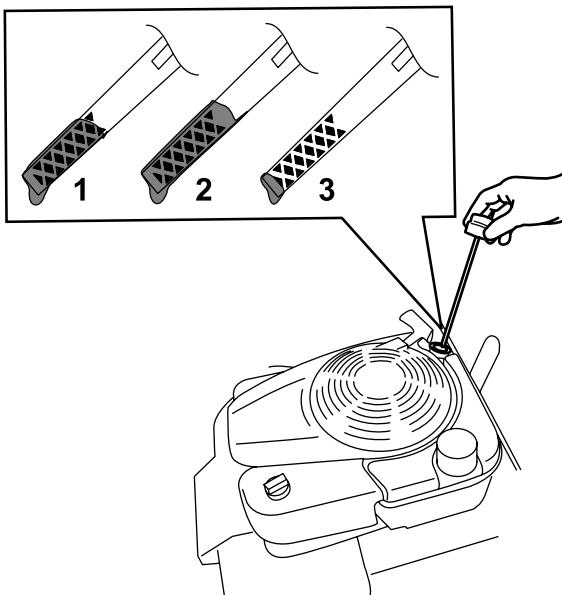

Figura 14
2. Retire la varilla girando el tapón en el sentido contrario a las agujas del reloj y tirando del mismo (Figura 14).
- Observe en la varilla el nivel de aceite (Figura 14).
- Si el nivel de aceite de la varilla es demasiado bajo (Figura 14), vierta con cuidado una pequeña cantidad de aceite detergente SAE 30 o SAE 10W-30 en el tubo de llenado, espere 3 minutos, y repita los pasos 3 a 5 hasta que el aceite de la varilla llegue al nivel correcto. Consulte el tipo correcto de aceite en Cómo cambiar el aceite del motor (página 21).
- Si el nivel de aceite de la varilla es demasiado alto (Figura 14), drene el exceso de aceite hasta que el nivel de aceite en la varilla sea correcto; consulte Cómo cambiar el aceite del motor (página 21).